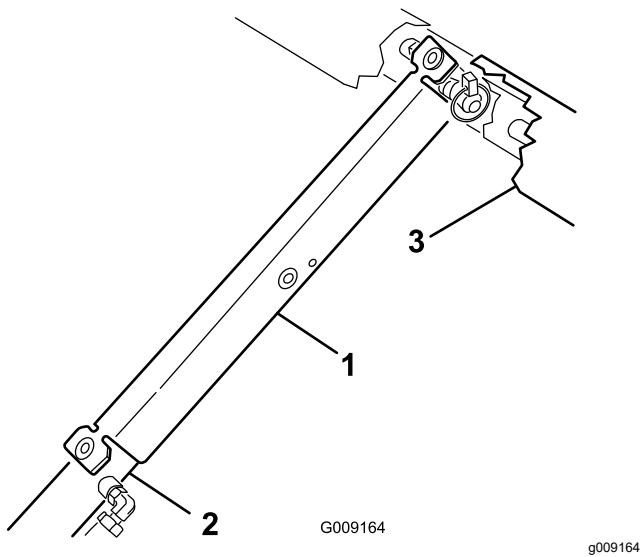

Figura 22
3. Împingeți suportul pentru platformă pe tija cilindrului și asigurați-vă că proeminențele de la capătul suportului se sprijină pe tamburul cilindrului și pe capătul tije cilindrului (Figura 22).